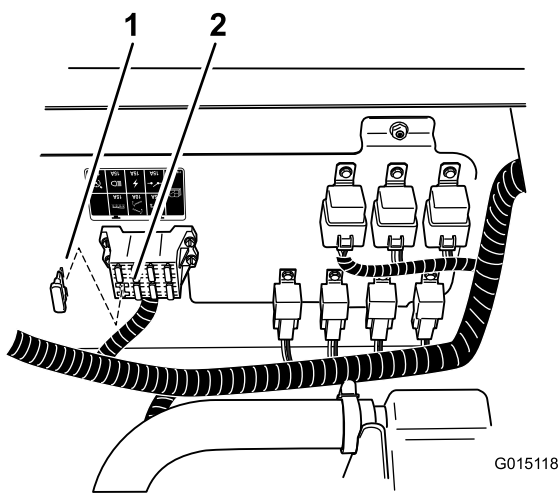

Figure 29
- Placez le fusible de 10 A dans le porte-fusibles (Figure 29).